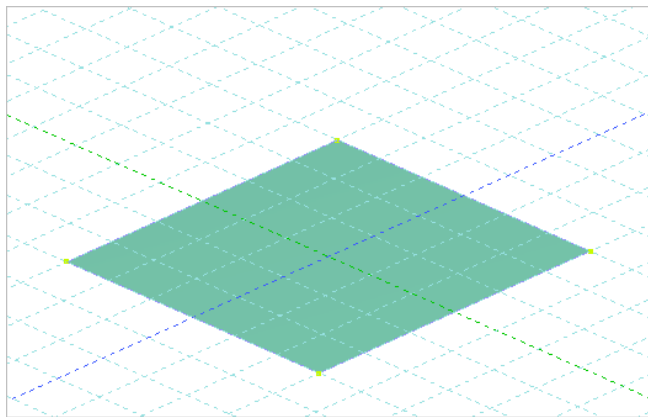
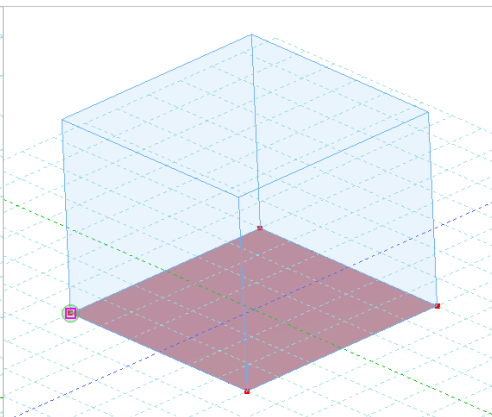

Рис. 2.131
Рис. 2.132
- При помощи команды **Добавить конечный элемент** (рис. 2.131) нужно задать плоскость. Затем, используя вкладку **Перемещение образующей** на панели активного режима **Добавить движением образующей**, задать параметры объемного элемента. При помощи наведения курсора на сеть рабочего поля установить элемент (рис. 2.132).